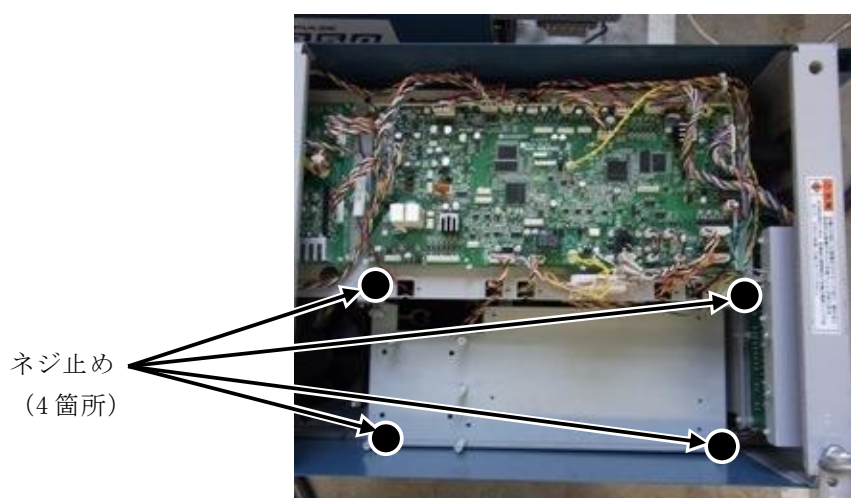

図2. 拡張ボード固定板の取付
- (5) 拡張ボード固定板を M5 ネジ (4箇所) で固定します。(図2)